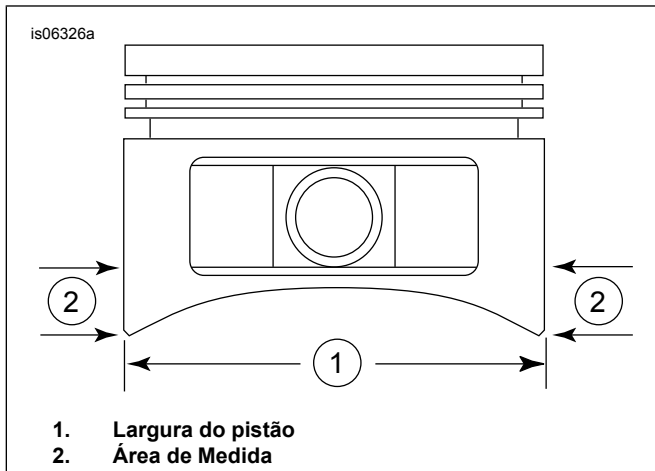

Figura 1. Medidas do pistão
5. Veja Figura 1. Meça a largura do pistão (1), 90 graus horizontalmente a partir de ambos os lados do furo do pino do pistão e a 0,465 pol. acima (2) da parte mais baixa da saia. Veja a Tabela 2 para o ajuste do pistão para o cilindro neste local.